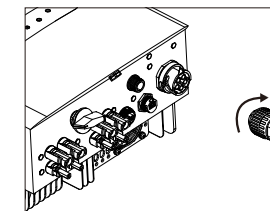

Abbildung 5.24 Wechselstromstecker zum Wechselrichter
C) Verbinden Sie den Wechselstromstecker mit dem Wechselrichter und ziehen Sie dann den Wechselstromstecker im Uhrzeigersinn fest (siehe Abbildung 5.24), bis ein leichtes Klickgeräusch anzeigt, dass die Verbindung erfolgreich hergestellt wurde.